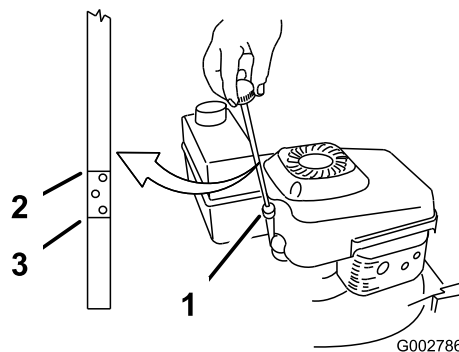

Figura 10
Antes de cada uso, compruebe que el nivel de aceite está entre las marcas Añadir y Lleno de la varilla (Figura 10).
- Limpie alrededor de la varilla (Figura 10).
- Retire la varilla y compruebe el nivel de aceite en la misma (Figura 10).